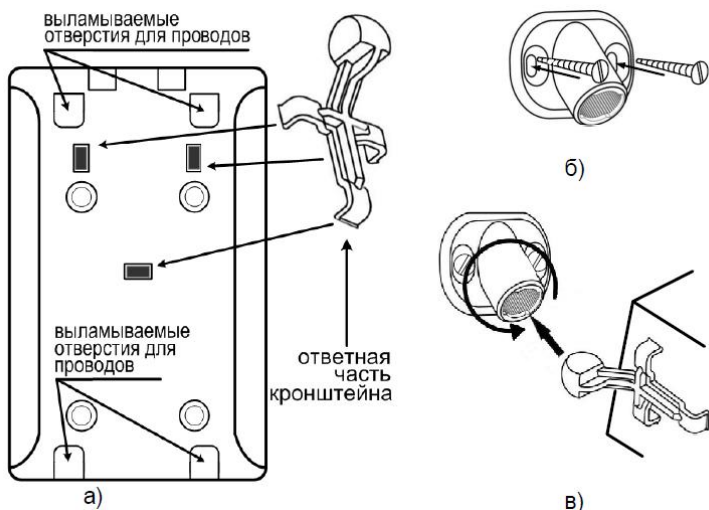

Рис. 1
3.4. При помощи отвертки с плоским шлицем удалите пластиковые заглушки на основании извещателя в месте крепления ответной части кронштейна, а так же выломайте специально перфорированные отверстия, которые будут использованы для прокладки проводов – см. рис. 1а.
3.9. Выбрав место установки на стене, проведите разметку отверстий для монтажа с учетом положения отверстий в кронштейне, закрепите кронштейн – см. рис.1б.
3.10. Соедините части кронштейна и поверните корпус извещателя в нужное положение – см. рис.1в.